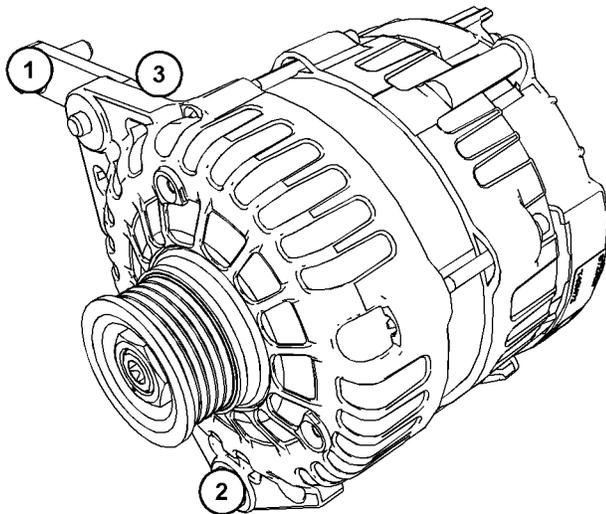

Ilustración 55
3. Apriete los pernos (1), (5) y (3) en la secuencia que se muestra en la ilustración 55 a un par de 22 N·m (195 lb in).